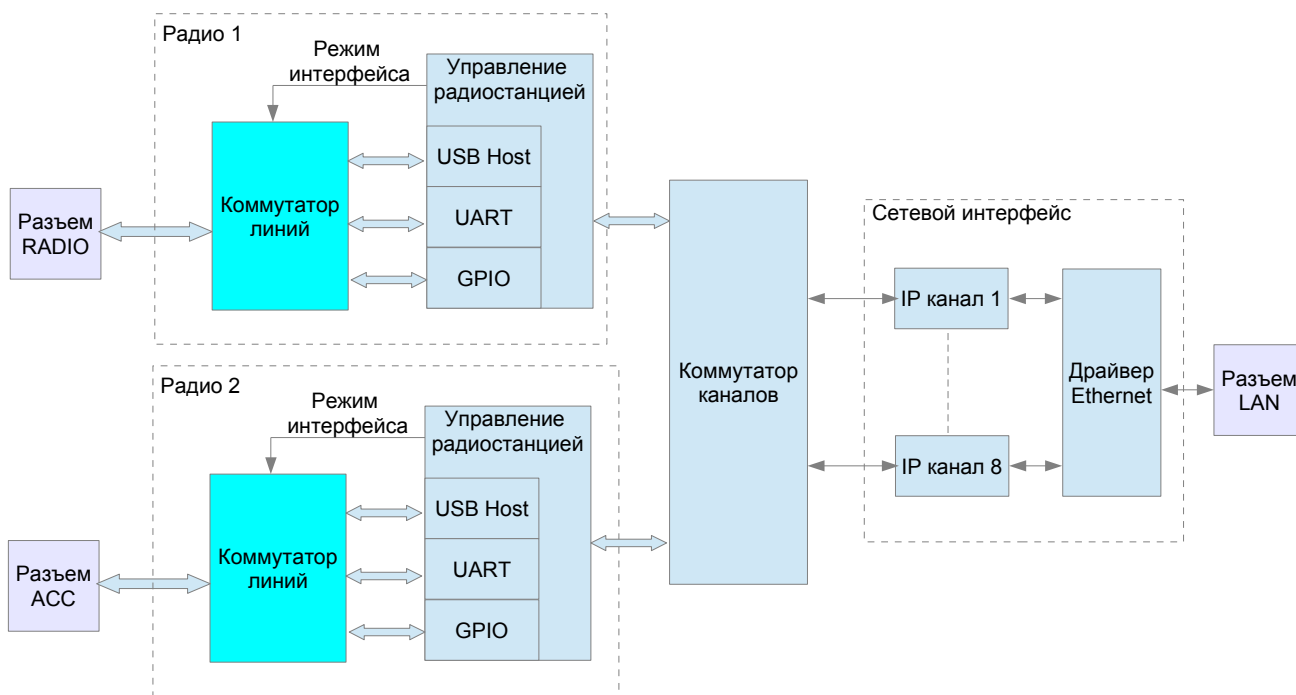

Рис. 5 Радио и сетевой интерфейсы контроллера М-270NT
- цифровые линии, обеспечивающие прием/передачу команд управления радиостанцией или панелью управления. Данные линии образуют интерфейсы управления радиостанцией/панелью управления, соответственно интерфейсы Радио 1 и Радио 2 (рис. 5 и 6). Назначение контактов разъемов в зависимости от режима работы интерфейса (типа подключаемой радиостанции) приведены в Прил. 1.